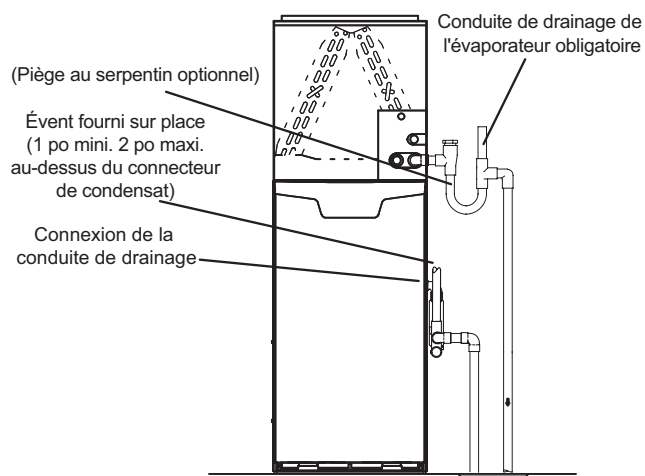
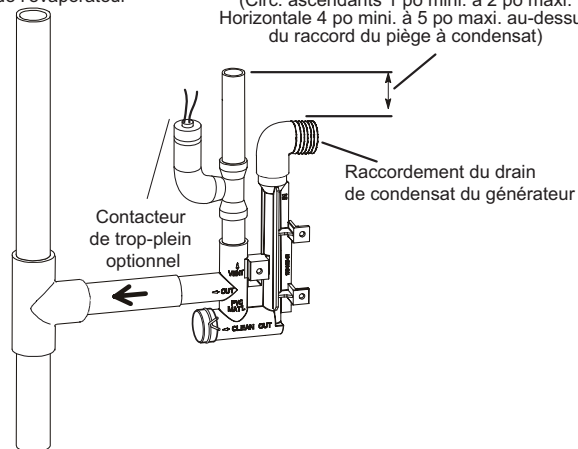
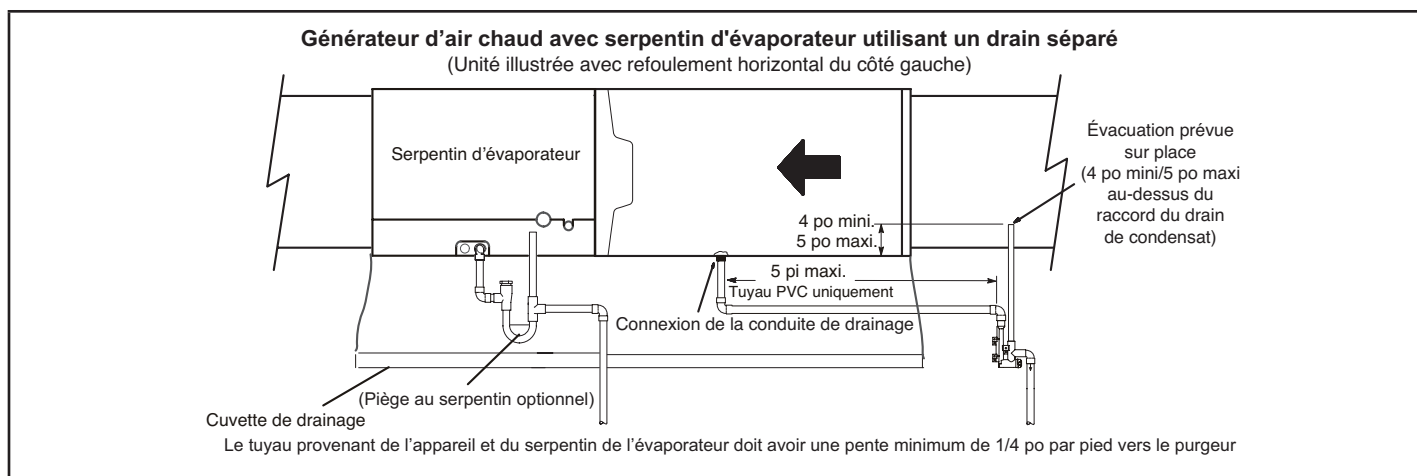
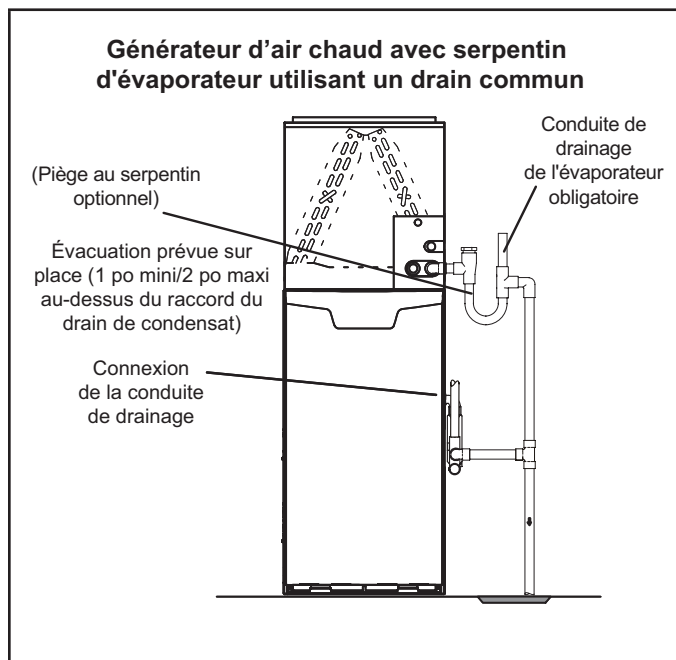

FIGURE 42
FIGURE 43
FIGURE 44
FIGURE 45
- 5 - La FIGURE 42 et la FIGURE 44 montrent l'appareil et le serpentin d'évaporateur utilisant un drain séparé. Si nécessaire la conduite de condensat de l'appareil et celle du serpentin d'évaporateur peuvent s'écouler ensemble. Reportez-vous aux FIGURE 43, FIGURE 45 et FIGURE 46. **Circulation ascendante** (FIGURE 45) - L'évacuation fournie sur place doit avoir une longueur comprise entre 1 po minimum et 2 po maximum au-dessus du raccord de sortie du drain de condensat. Toute longueur supérieure à 2 po peut provoquer la submersion de l'échangeur de chaleur si la conduite de vidange principale combinée était obstruée. **Circulation horizontale** (FIGURE 46) - L'évacuation fournie sur place doit avoir une longueur comprise entre 4 po minimum et 5 po maximum au-dessus du raccord de sortie du drain de condensat. Toute longueur supérieure à 5 po peut provoquer la submersion de l'échangeur de chaleur si la conduite de vidange principale combinée était obstruée.